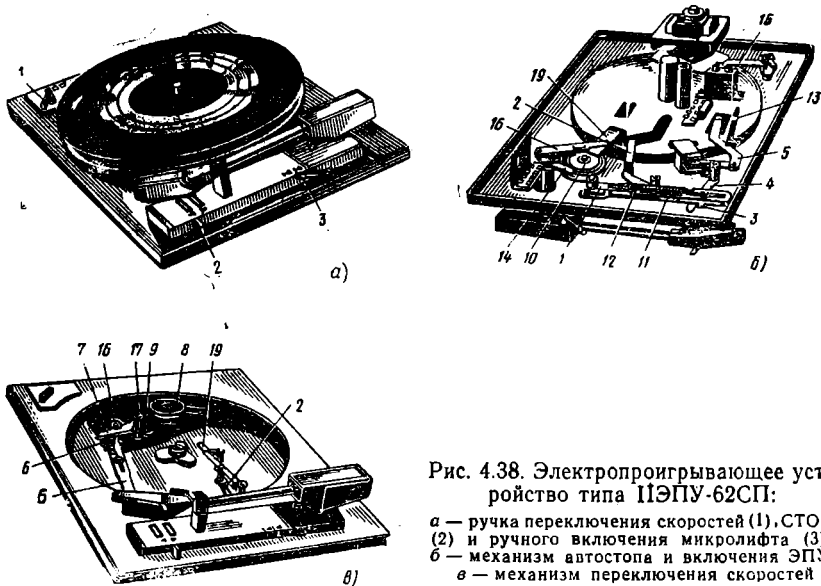

Рис. 4.38. Электропроигрывающее устройство типа ЦЭПУ-62СП:
В электрофоне «Мелодия-103-стерео» применено электропроигрывающее устройство типа II ЭПУ-62-СП (рис. 1.54). Основные узлы ЭПУ смонтированы на стальной панели (рис. 4.38). Органы управления ЭПУ расположены на лицевой стороне панели и имеют соответствующие надписи и обозначения. Ручка переключения частоты вращения диска 1 расположена слева, а ручка СТОП (2) включения и выключения ЭПУ и ручка включения микролифта 3 справа. Механизм переключения скоростей ЭПУ (рис. 4.39, б и в) не имеет нулевого положения, поэтому переключение следует производить в режиме СТОП. При перемещении ручки СТОП до упора в положение ПУСК выступ рычага связанного с ручкой, перемещает тягу 1 (рис. 4.39, б) до зацепления с промежуточным рычагом 2, обеспечивающим фиксацию тяги в заданном положении. Одновременно выступ 3 тяги 1 поворачивает рычаг 4, который включает ЭПУ и размыкает выходы звукоснимателя с помощью микропереключателей В3, В1 и В2 соответственно. Рычаг 4 перемещает упор 5, который в свою очередь через пружину 6 поворачивает рычаг 7 промежуточного ролика так, чтобы промежуточный ролик 8 был прижат к диску и ступенчатой оси 9 двигателя и передавал вращение диску.